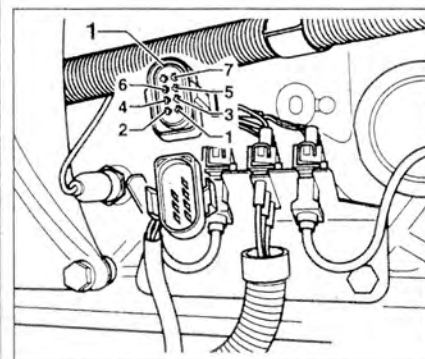

Рис. 3.63. Проверьте провода между тестером и разъемом 1 на прерывание цепи.
13. Проверьте провода между тестером и разъемом 1 на прерывание цепи: контакт 7 + гнездо 63, контакт 4 + гнездо 33 (рис. 3.63). **Заданное значение:** макс. 1.5 Ом.